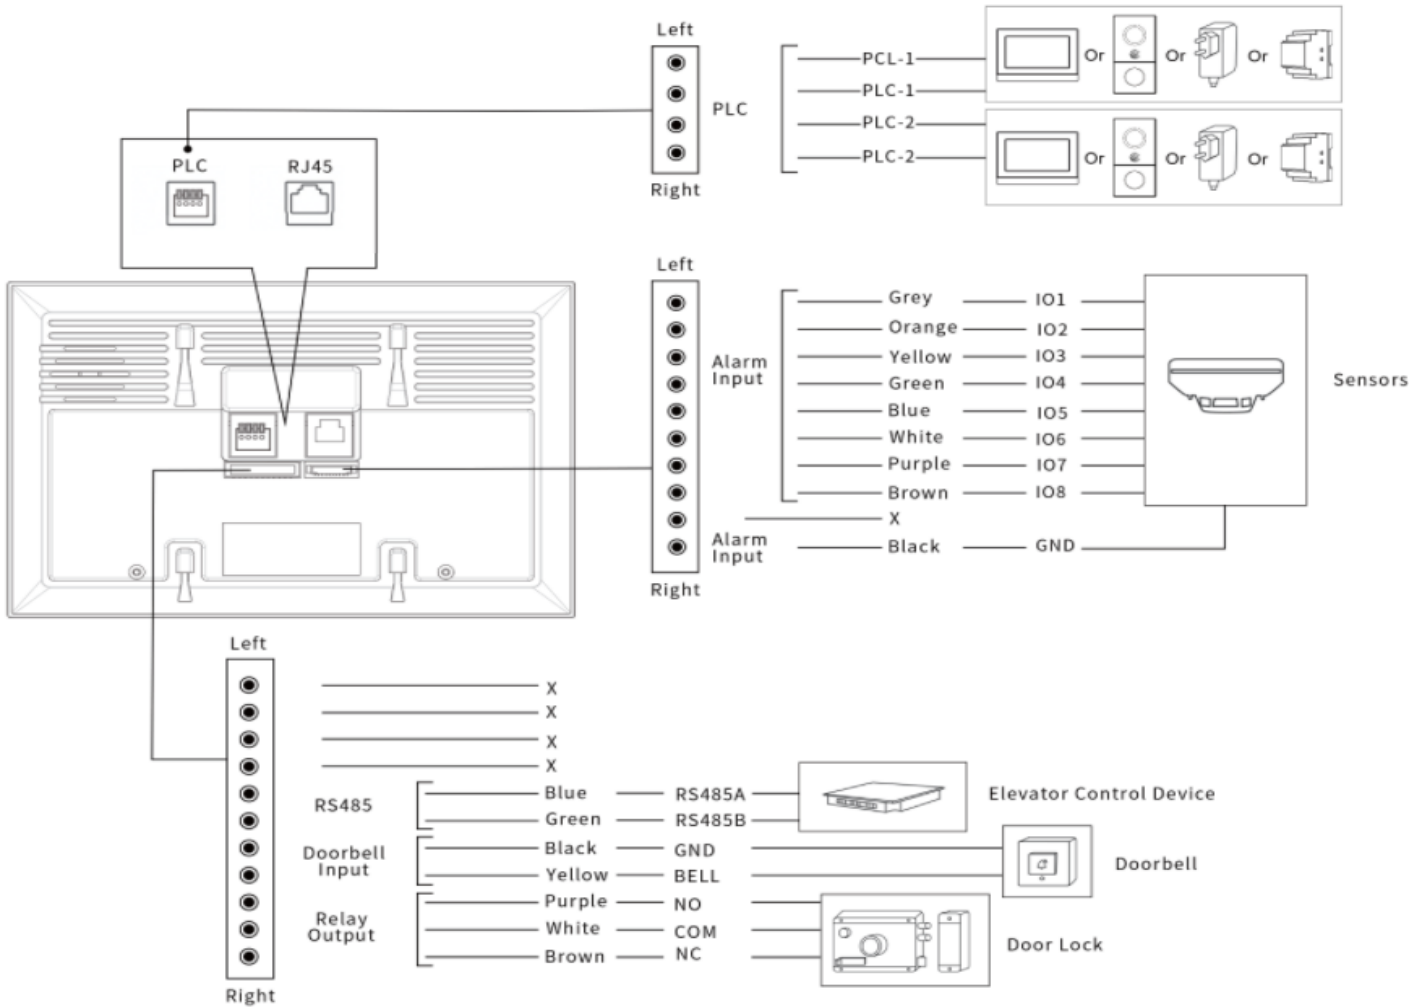

Figure 5 : Moniteur d'intérieur MyBell 2-Wire - câblage
7. Connecter les fils conformément à la figure 5.